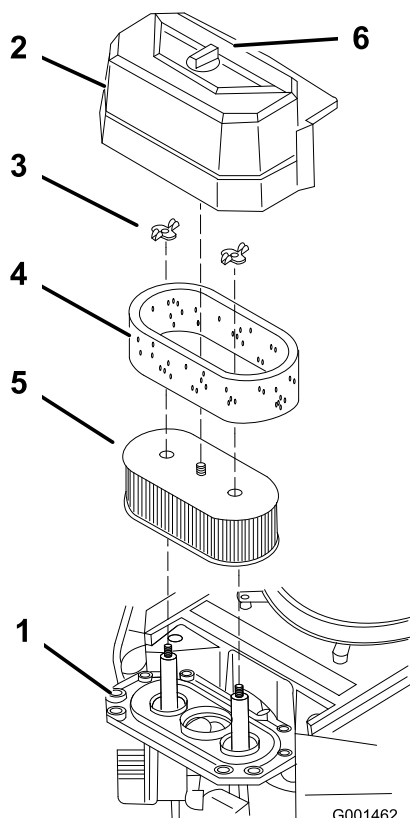

Figura 32
3. Pulite l'area intorno al filtro dell'aria per evitare che la morchia possa penetrare nel motore provocando gravi danni (Figura 32).
4. Svitare la manopola del coperchio e togliete il coperchio del filtro dell'aria (Figura 32);
5. Togliete i 2 dadi ad alette ed estraete il filtro dell'aria completo (Figura 32).
6. Togliete con cautela l'elemento in schiuma sintetica dall'elemento di carta (Figura 32).
Non pulite il filtro di carta. Sostituitelo dopo 200 ore di servizio (Figura 32). Controllate che l'elemento non sia strappato, non presenti strati untuosi, e che la tenuta in gomma non sia danneggiata.
1. Infilate con cautela l'elemento in schiuma sintetica sopra l'elemento di carta del filtro dell'aria (Figura 32).
2. Montate il filtro dell'aria completo sulla relativa base, e fissatelo con i 2 dadi ad alette (Figura 32).
3. Montate il coperchio del filtro dell'aria e serrate la manopola del coperchio (Figura 32).